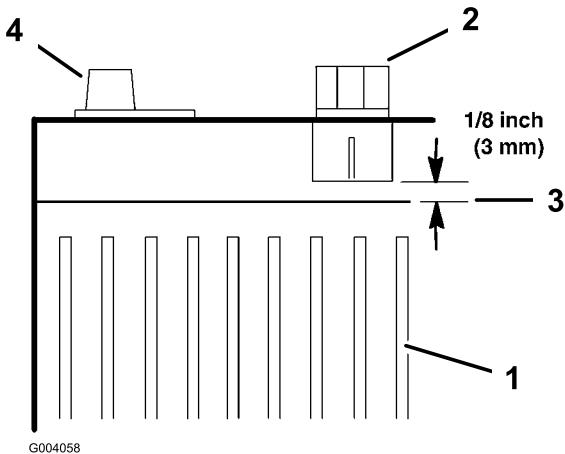

Bild 37
7. Füllen Sie genug destilliertes Wasser ein, sodass die Batteriesäure 3 mm unter der Unterseite jedes Einfüllstützen reicht (Bild 37).